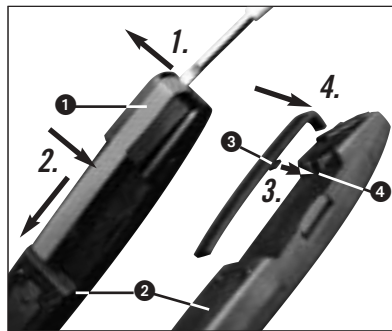

Fig 7: Come sostituire il clip di fissaggio riserva contro il trasmettitore (2) fin quando il clip di riserva scatta.
4.6 Come sostituire il clip di fissaggio (vedi fig. 7)